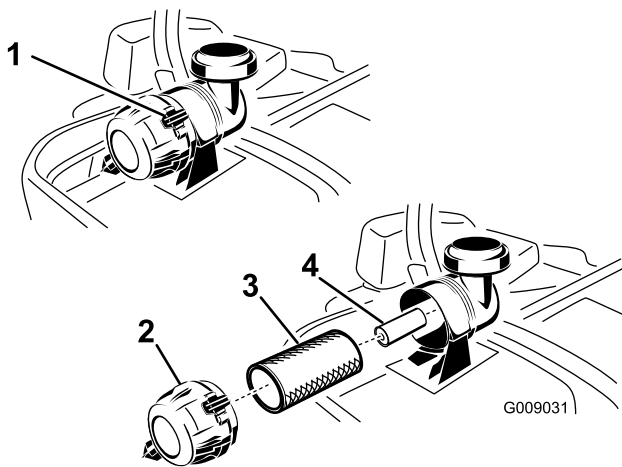

Figura 47
3. Premete verso il basso per rilasciare i dispositivi di fermo sul filtro dell'aria e togliere il coperchio dal corpo del filtro (Figura 47).
5. Estraete con cautela il filtro primario dal corpo del filtro dell'aria (Figura 47). Non urtate il filtro contro il corpo.
1. Non pulite il filtro primario di carta, sostituitelo (Figura 47).
2. Se sostituite il filtro secondario, inseritelo con cautela nel corpo del filtro (Figura 47).
3. Montate con cautela il filtro primario sul filtro secondario (Figura 47). Premete sul bordo esterno del filtro mentre lo inserite, per accertarvi che venga inserito a fondo.
4. Installate il coperchio del filtro dell'aria con il tappo di sfato verso il basso e ruotate in modo che i dispositivi di fermo blocchino il coperchio nella corretta posizione (Figura 47).